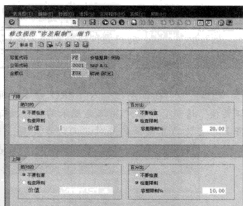

图 7-49 “修改视图‘容差限制’：细节”界面
STEP 2 鼠标双击某一条容差限制，进入“修改视图‘容差限制’：细节”界面，如图 7-49 所示。在此界面中，可以对容差的“上限”、“下限”、“百分比”等进行控制。